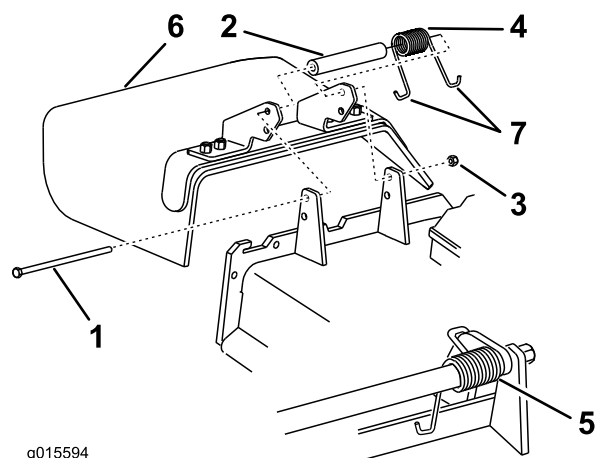

Figura 95
(Figura 95). Retire el deflector de hierba dañado o desgastado.
Nota: Asegúrese de colocar un extremo en **J** del muelle detrás del reborde de la carcasa antes de instalar el perno, según se muestra en Figura 95.
3. Instale el perno y la tuerca. Coloque un extremo en **J** del muelle alrededor del deflector de hierba (Figura 95).